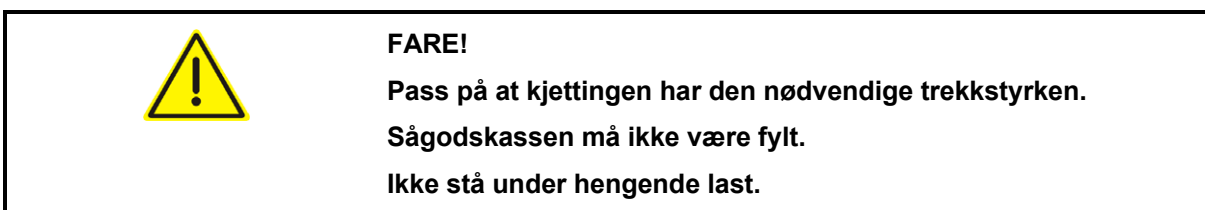
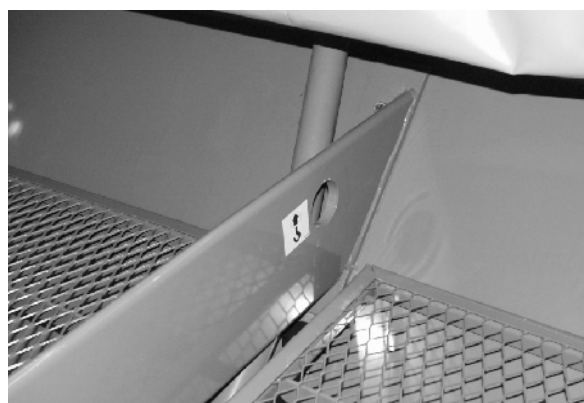

Fig. 5
Fig. 6
1. For transport på et transportkjøretøy løftes maskinen i en kran, på de angitte punktene (se Fig. 5 og Fig. 6).